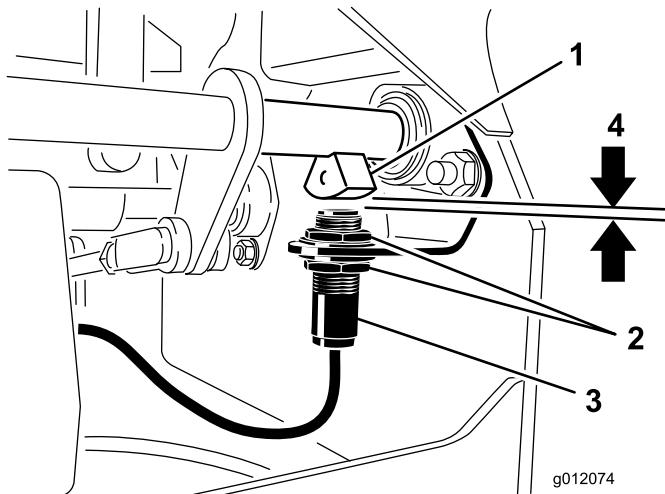

図 57
- ブレーキ・シャフト・センサーとインタロック・スイッチのプランジャとの距離が 3.9 mm になるように、スイッチの位置を上下させて調整する(図 57)。